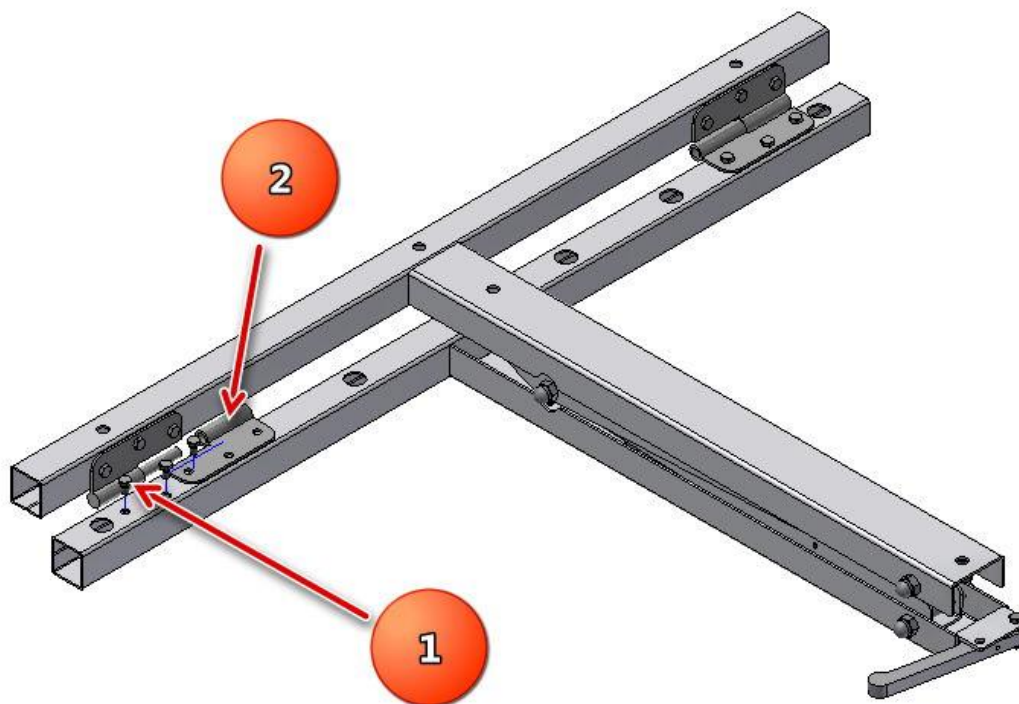

Рис.1
2. Снимите правую полу петлю с поворотной рамы (поворотная рама с ручкой сложения) Рис.1 поз.2 открутив болты М5х12 поз.1.